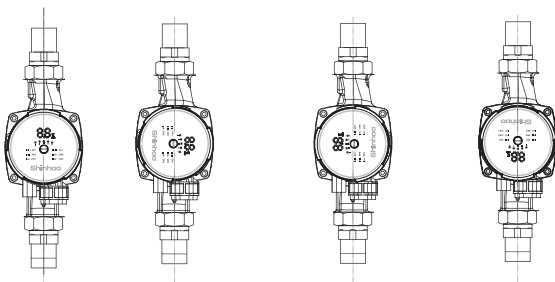

Рис. 6 Расположение головной части насоса
2. Головная часть насоса может быть расположена в любом из четырёх возможных позиций (см. рис. 6). Более подробно об изменении положения головной части см. в разделе *Изменение положения головной части насоса*.
Головная часть насоса может быть расположена в любом из четырёх возможных позиций (см. рис. 6).